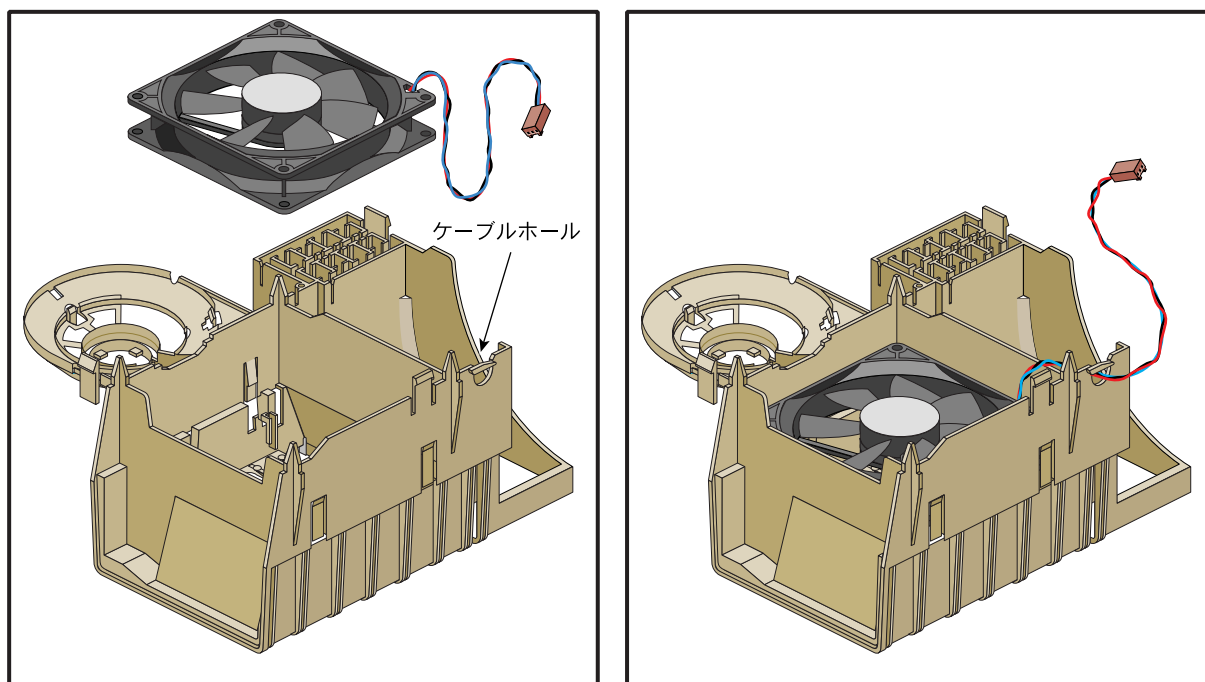

図2-16 ファンをプラスチックフレームに取り付ける
2. ファンをハウジングに挿入します。図2-16に示すように、プラスチックフレームのスロットの隣からファンケーブルが出ていることを確認します。
4. 図2-16に示すように、ケーブルコネクタを渡して、ケーブルスロットの隣にある穴にケーブルを通します。